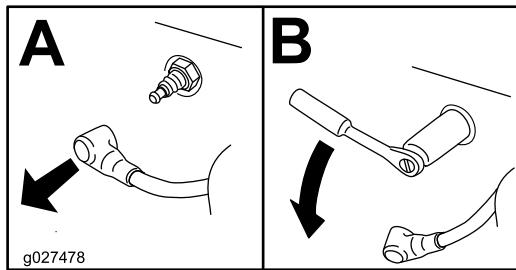

Figura 43
- Retire la bujía (Figura 43).